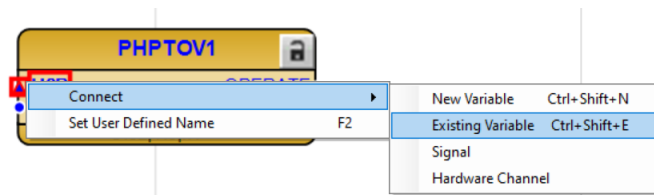

Imagen 256_ Conexión de variable existente para el puerto de entrada del bloque PHPTOV1.
4.1.31 En el bloque “PHPTOV1”, damos clic derecho en la entrada del bloque de protección “IRES”, seleccionamos “Connect - Existing Variable” como se muestra en la **Imagen 256**.